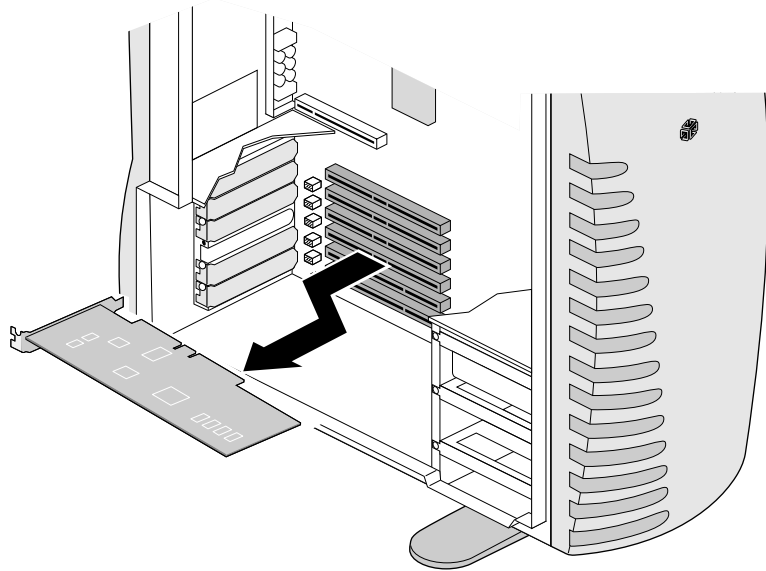

Figure 5-6 Retrait de la carte PCI
6. Tirez sur la carte PCI afin de libérer son connecteur : vous pouvez alors retirer la carte du châssis (voir Figure 5-6).